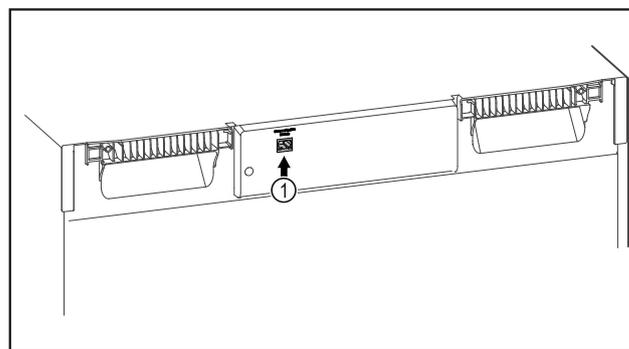

Fig. 119
- SmartModule Fig. 119 (1) inserito.